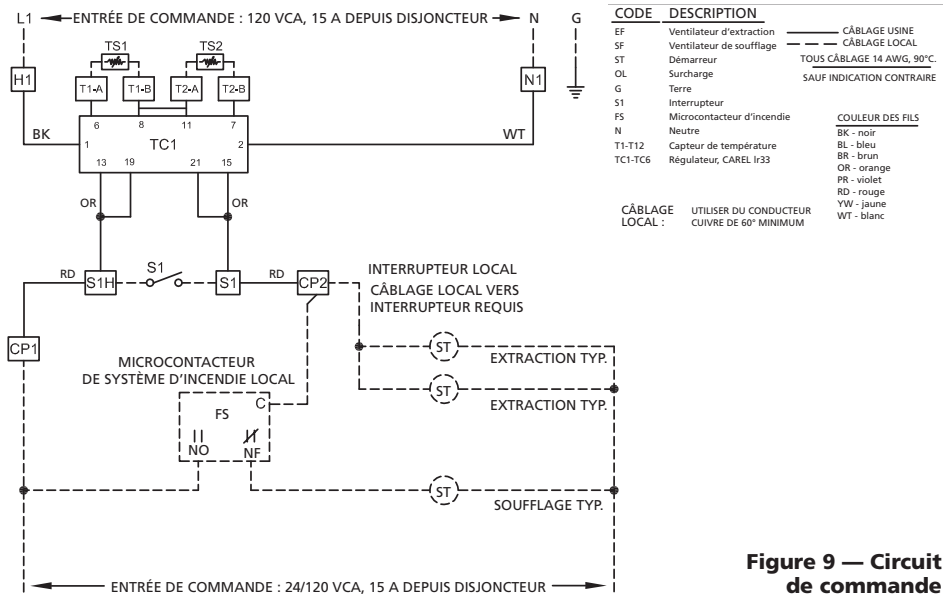

Figure 9 — Circuit de commande
4. Raccorder le circuit de commande d'asservissement standard, voir Figure 9.